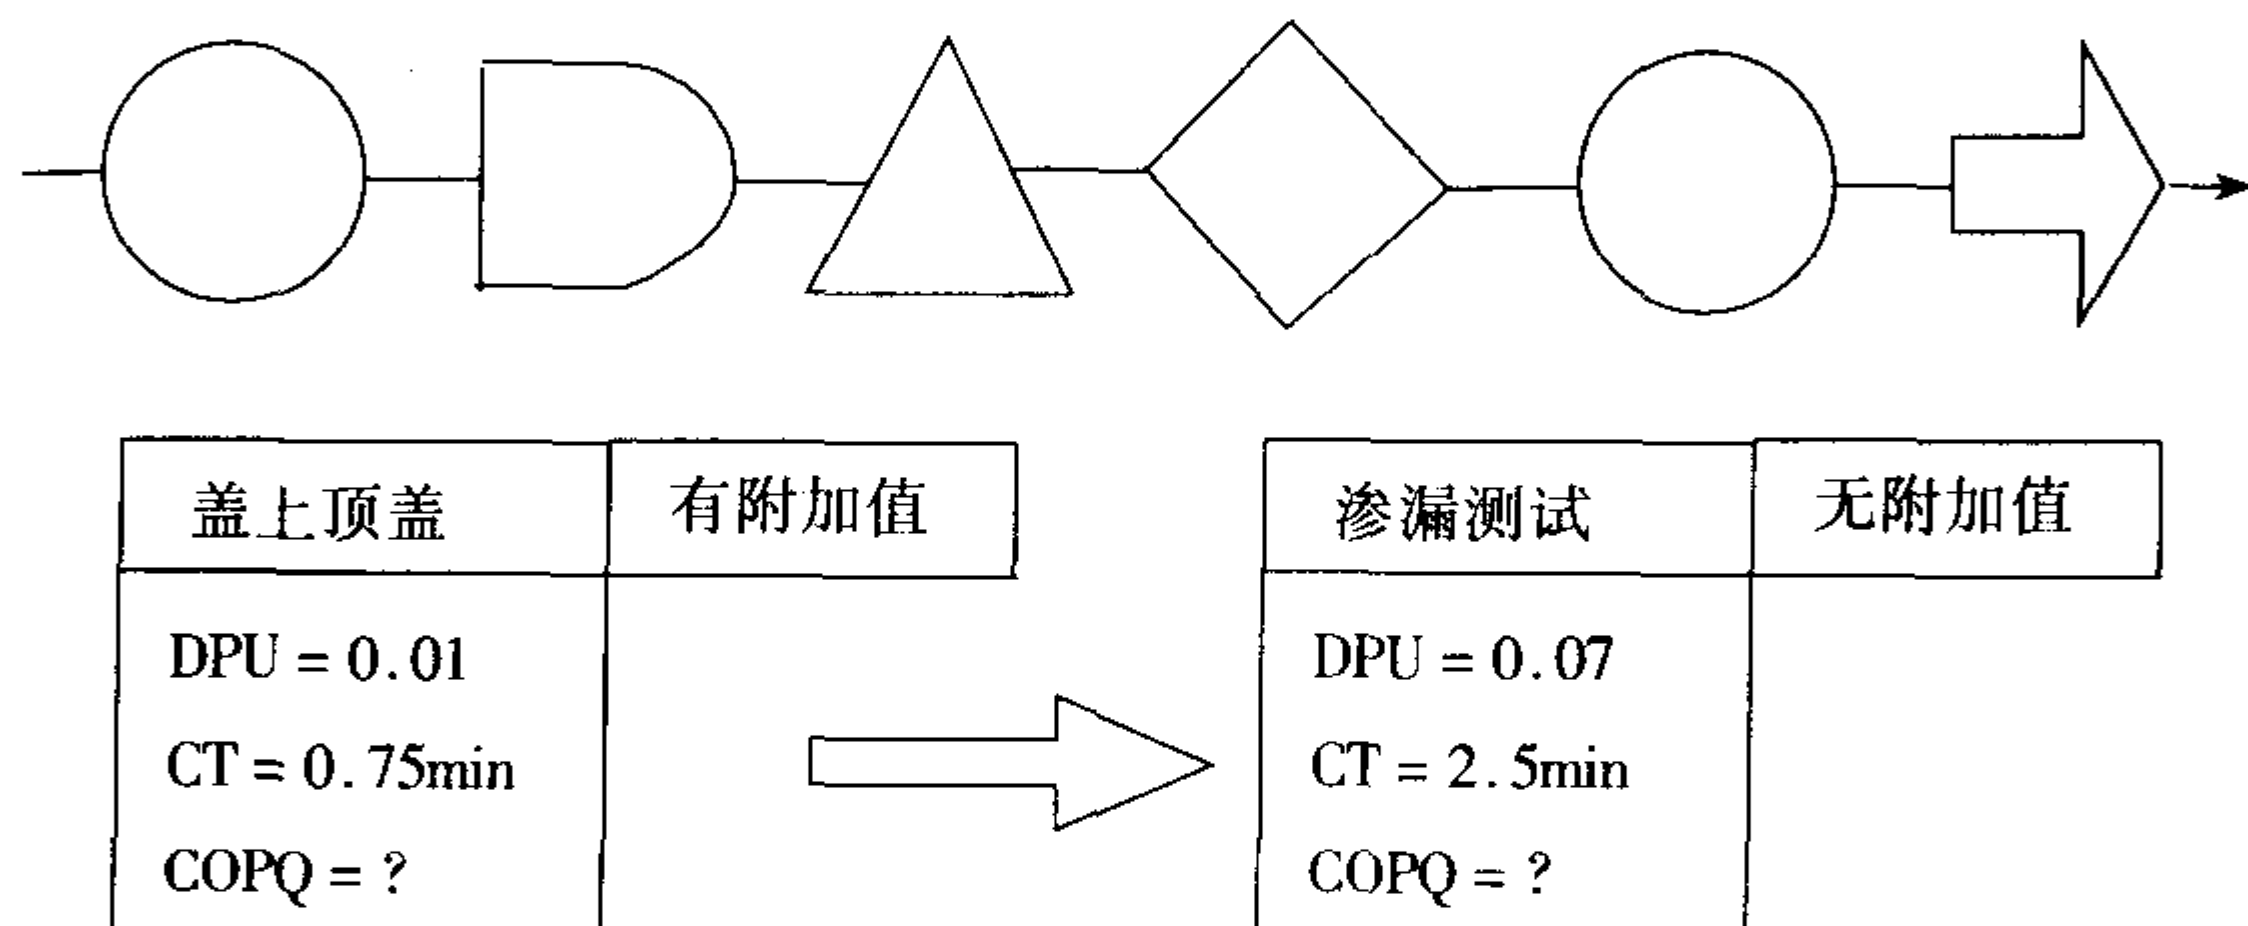

图 12-2
下面我们根据一个具体实例来进行分析，如密封和测试的HAD过程。如图12-2所示。
(1) 确定项目团队绘制过程流程图的范围和需管理的层次。
(2) 将生产提供合格产品或服务过程的所有任务或操作文件化。对每个过程确定 DPU、CT 和不良成本 (COPQ)。确定所有检查、返工、移动和延迟的步骤。
(3) 确定每个过程有无附加值，有附加值的过程是能够给客户和自己带来利益的过程，如图12-2所示。